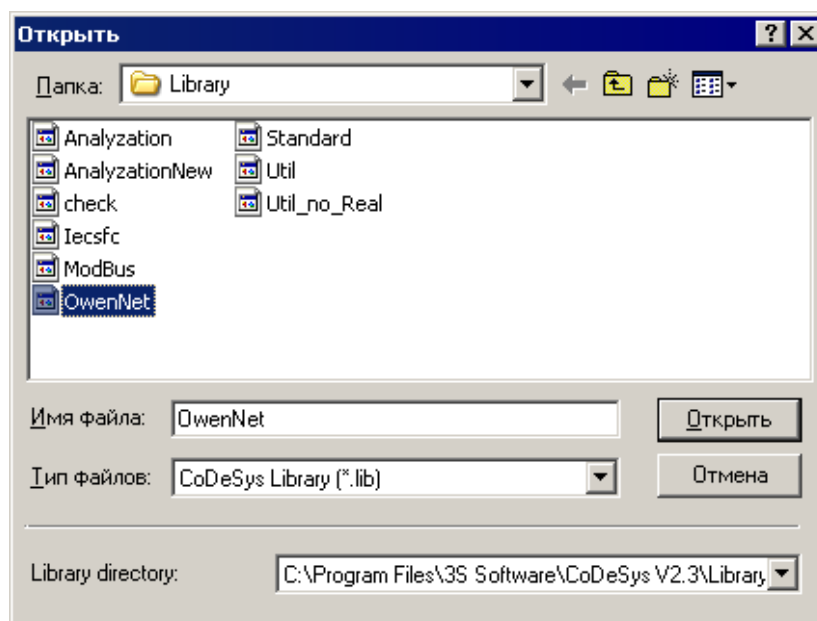

Рисунок 1.2 – Окно выбора подключаемой к проекту дополнительной библиотеки
- 2) В открывшемся окне выбора файла (по умолчанию открывается папка **«Library»**) – выбрать файл с именем нужной библиотеки (рисунок 1.2) и нажать кнопку **Открыть**. Дополнительная библиотека установлена.